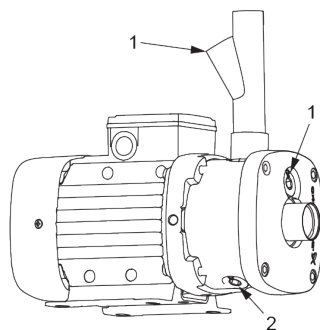

Рис. 14 Положение отверстия для заливки и дренажного отверстия
4. Открутите пробку заливочного отверстия в насосе. См. рис. 14.
Удалите пробку заливного отверстия и пробку дренажного отверстия из насоса. См. рис. 14. Не устанавливайте пробки на прежнее место, пока насос не будет использоваться снова.